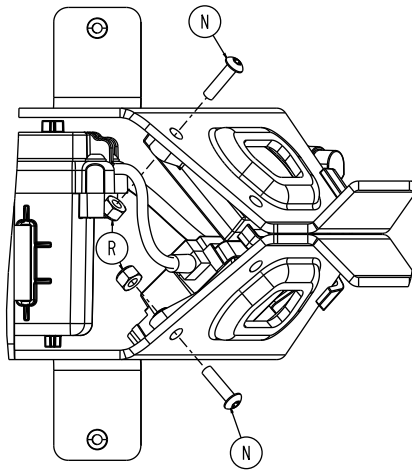

Figure 58 – Retirer la vis et l'écrou du module sans fil
7. À l'aide d'une clé Torx T25 et d'une clé mixte de 3/8 po, retirer la vis d'assemblage à tête ronde (N) et l'écrou Fiberlock (R) qui fixent le module sans fil à la civière le cas échéant, et le module NFMIC à la civière, le cas échéant (Figure 58). Conserver la vis et l'écrou.